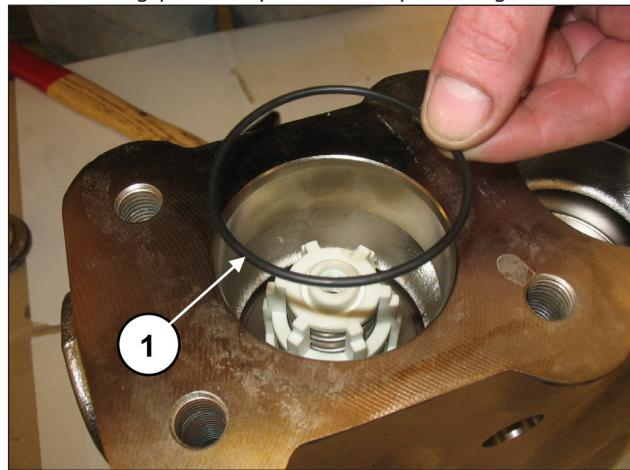

Fig. 127
Insira o O-ring, pos. de explosão nº. 17 (pos. ①, Fig. 127).